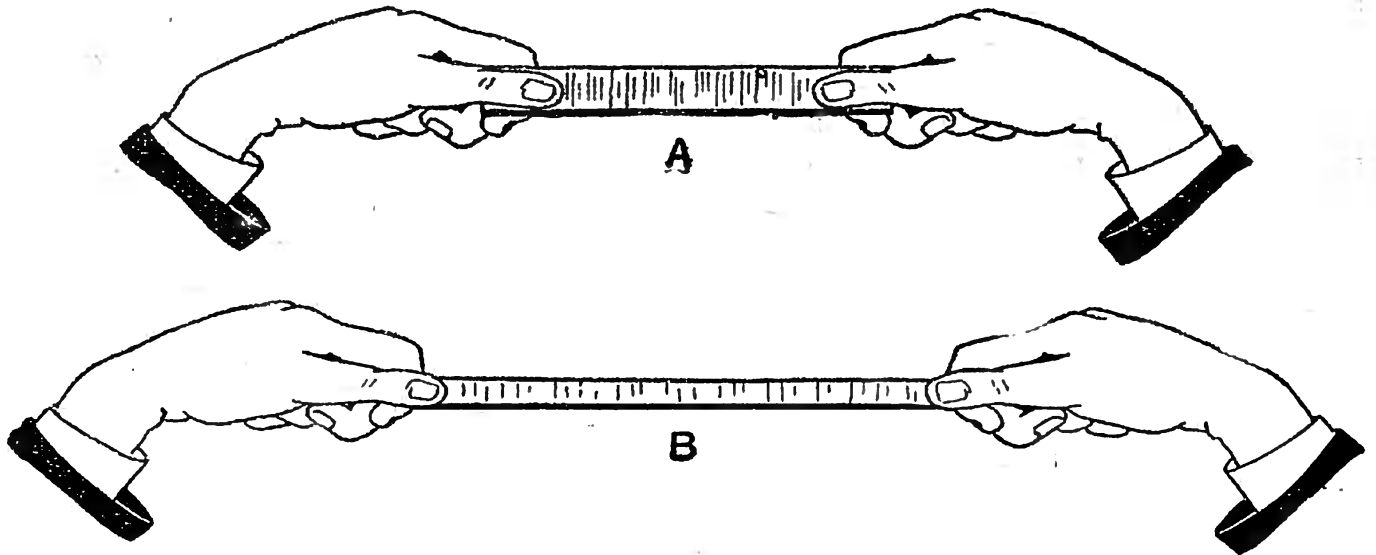

Fig. 2. — Le caoutchouc est très élastique
**1. Le caoutchouc est élastique.** — Mesurons la longueur et la largeur d'une de ces feuilles de caoutchouc dont se servent les cyclistes pour réparer les chambres à air de leur bicyclette et qu'ils nomment de la « feuille anglaise » (*fig. 2, A*). Puis étirons la feuille (*fig. 2, B*) : elle s'allonge beaucoup en diminuant de largeur. Dès que nous l'abandonnons, elle se raccourcit. Mesurons-la de nouveau : elle a repris exactement ses dimensions primitives.